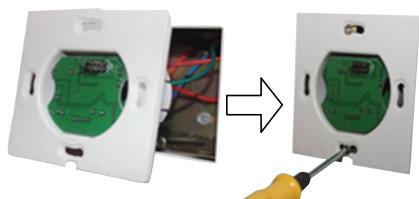

Рисунок 3.
- 3.6. Установите корпус контроллера в монтажную коробку и закрепите его при помощи двух винтов (Рис. 3).